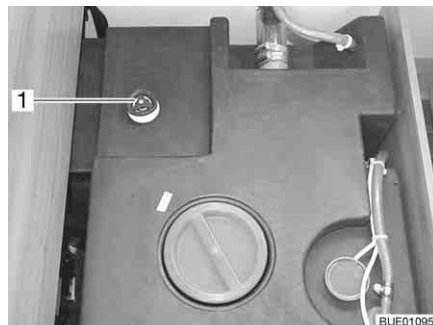

Bild 151 Vattentank med ratt
- Vrid ratten på vattentanken moturs mot motståndet till stoppläget (Bild 151,1) för att öppna utloppsöppningen helt.